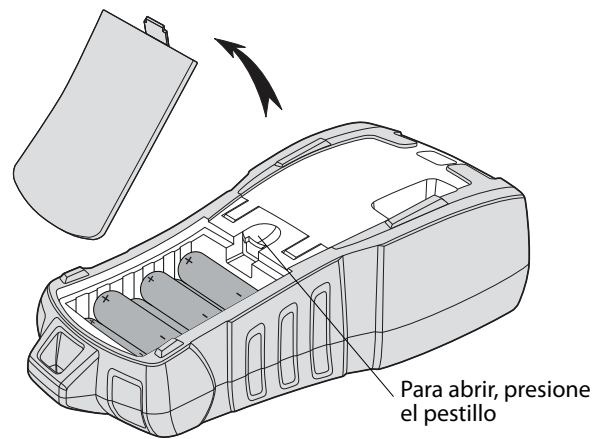

Figura 2
Consulte Figura 2.
2. Inserte la batería en el compartimento de baterías. Consulte Figura 2.